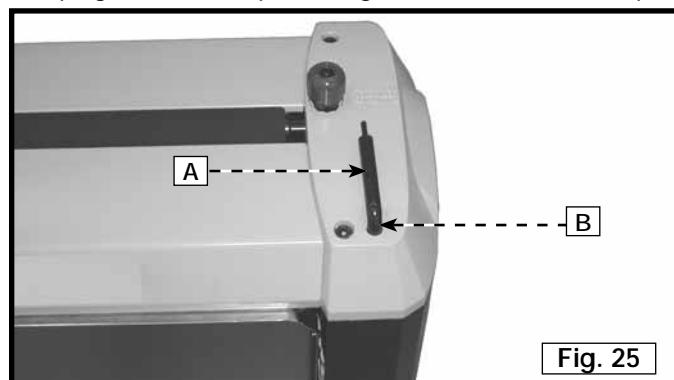

Fig. 25
La clé fournie (A) fig. 25 peut être rangée dans l'orifice de rangement prévu à cet effet (B), situé sur le côté gauche de la machine.